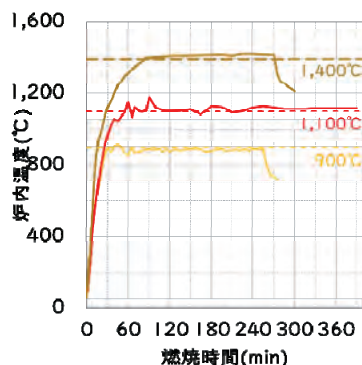

図1 昇温速度検証結果
- A重油燃料で1,400℃の熱分解・溶融処理が可能です(図1)。
- 驚異的な昇温速度(1時間程度)を実現したため、日毎の間欠運転が可能です(図1)。
- 溶融炉でありながら、間欠・連続運転どちらも対応可能なため、現場条件に応じた適正処理が可能です(図1)です。